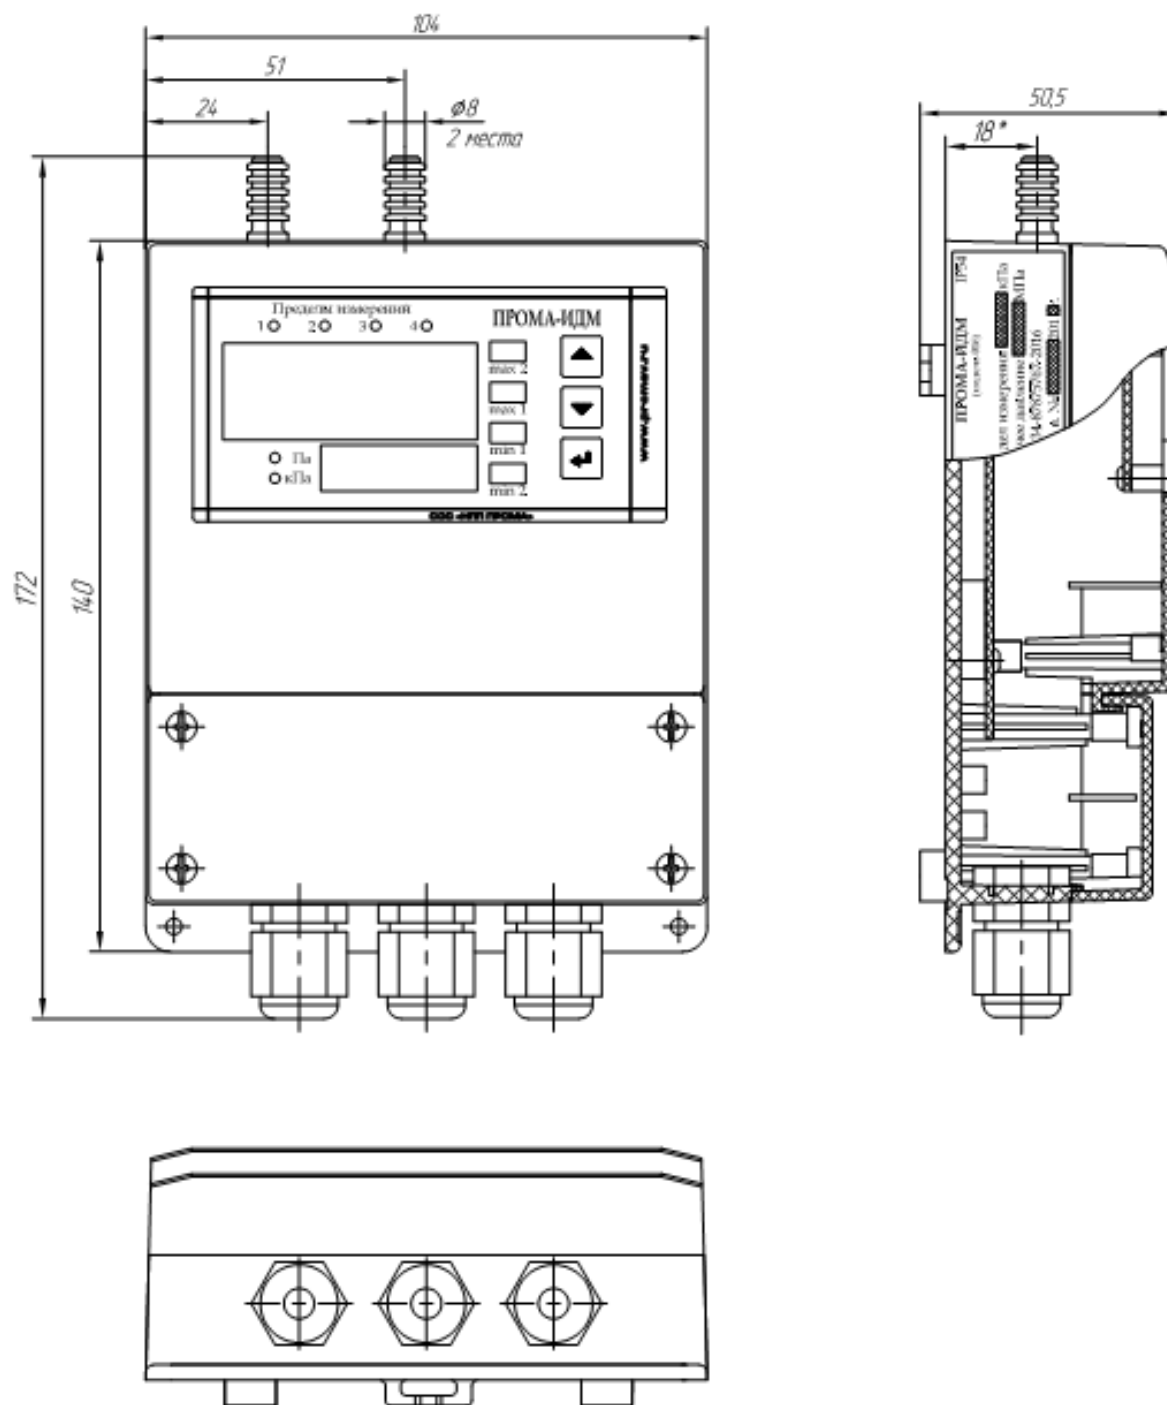

Рис. 2.2. Измеритель ПромА-ИДМ-ДД Настенное исполнение на рабочее давление 0,1 Мпа.
- Рис. 2.2. Измеритель Прома-ИДМ-ДД Настенное исполнение. Габаритный чертеж.